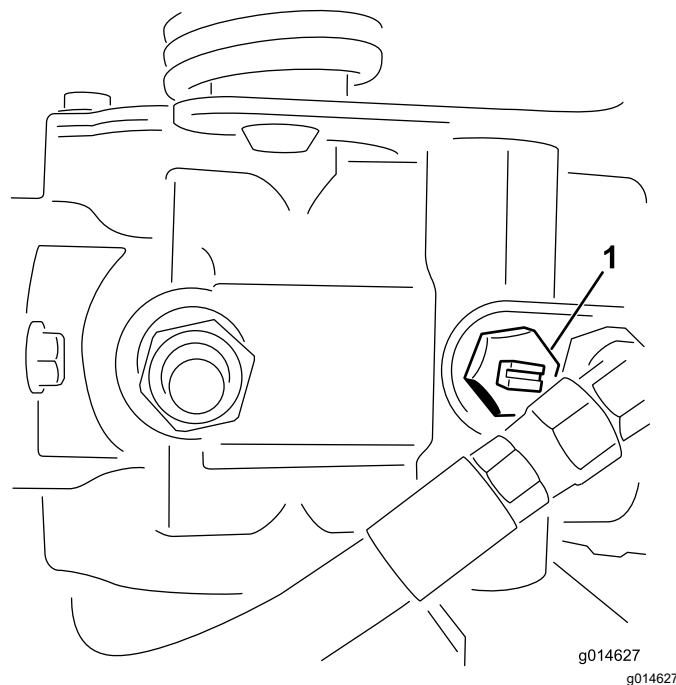

Figura 29
1. Girate la valvola bypass sulla pompa in modo che la scanalatura sia verticale (Figura 29).
2. Prima di avviare il motore chiudete la valvola bypass girandola in modo che la scanalatura sia orizzontale (Figura 29).